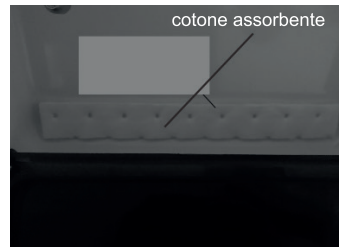

Figura 14
1. **Sostituzione del cotone del filtro anti-nebbia e del cotone assorbente per l'olio. (Come mostrato nella figura 14)**